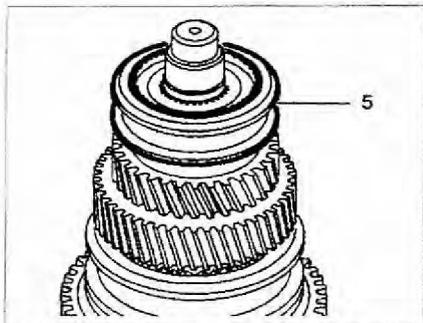

Рис. 4.24. Снимите муфту 5 синхронизатора.
4. Снимите муфту 5 вместе со ступицей синхронизатора (рис. 4.24).